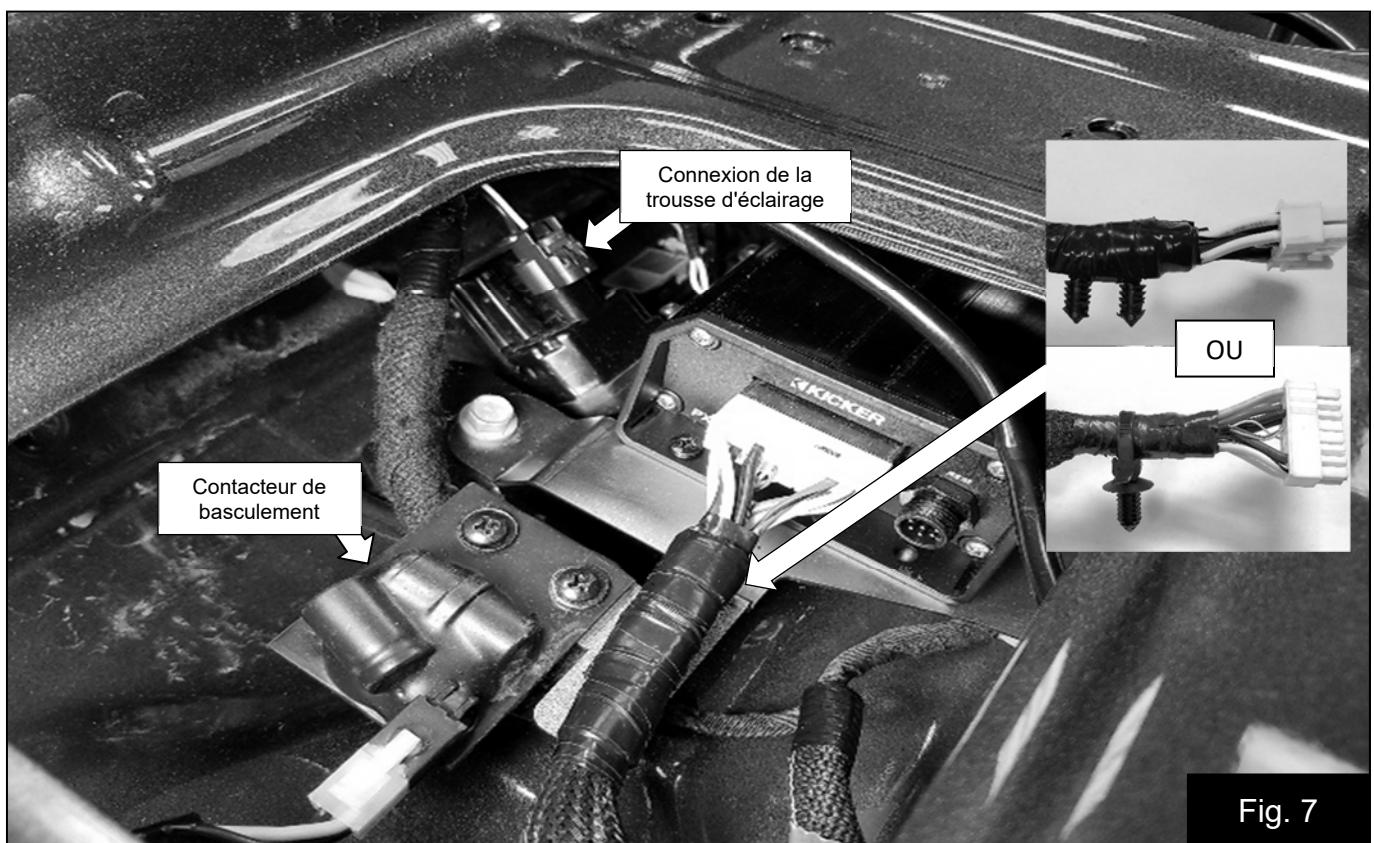

Fig. 7
10. Connectez le faisceau de l'amplificateur à l'amplificateur et le connecteur à quatre broches au contacteur de basculement fixé au support de l'amplificateur. Fig. 7 Acheminez le faisceau le long du faisceau d'usine vers le côté passager.
11. Fixez le faisceau de l'amplificateur au support avec l'un des deux dispositifs de retenue fournis. Fig. 7
12. Débranchez le connecteur illustré, puis installez le faisceau en « T » de la trousse d'éclairage (le cas échéant). Fig. 7